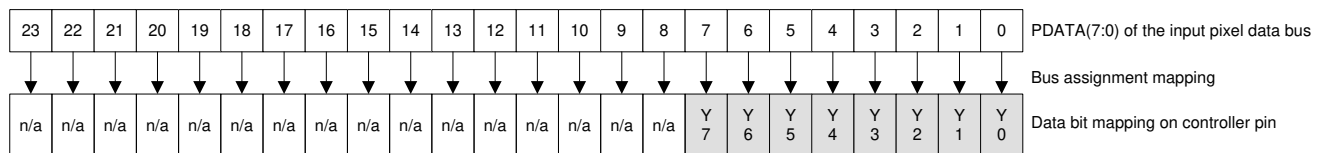

图 5-9. BT.656 接口模式位映射
- (1) 用以下公式计算时钟抖动 (以 ns 为单位) : 抖动 = $[1 / f_{clock} - 5.76ns]$ 。时钟抖动必须维持建立时间及保持时间。BT.656 数据位必须映射到 DLPC34xx PDATA 总线, 如图 5-9 所示, BT.656 总线模式 YCbCr 4:2:2 源 PDATA (23:0) 映射。
- (2) BT.656 接口通过 PCLK 有效边沿上的 PDATA(7:0), 接受每种颜色 8 位、4:2:2 YCbCr 数据 (根据行业标准编码)。请参阅图 5-9。